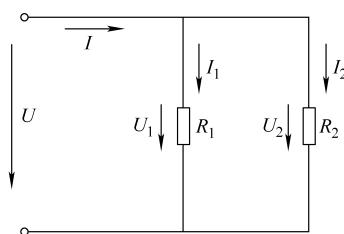

图 1-6 两个电阻的并联电路
1) 电阻的并联电路。把两个或两个以上电阻接在电路中相同两点之间，称为电阻的并联电路。如图 1-6 所示为两个电阻并联的电路。